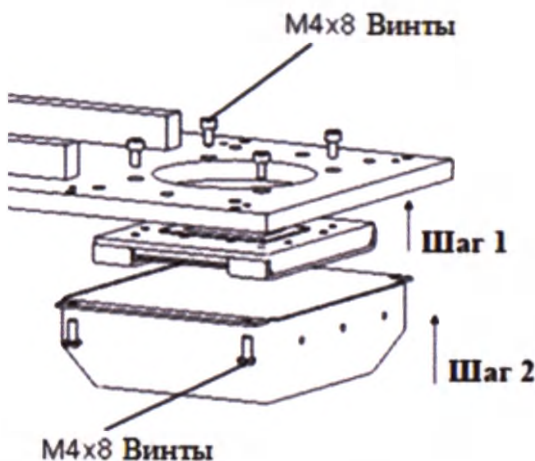

Рисунок 10 Схема установки рентгеновского коллиматора
4. Установите рентгеновскую трубку согласно схеме, представленной на рис. 10.